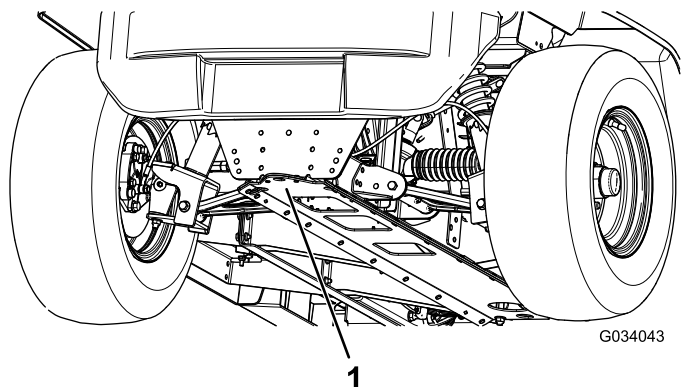

Figura 24
- O ponto de elevação dianteiro da máquina encontra-se na zona dianteira do chassis, por trás do garfo de reboque (Figura 24).